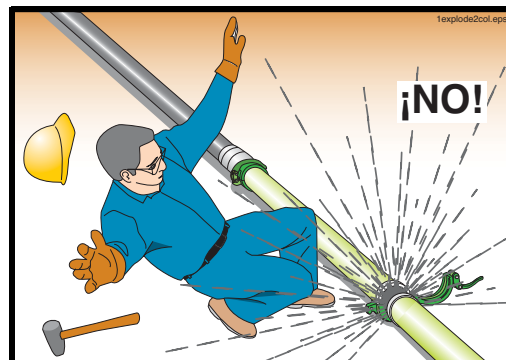

Figura 42
14.14 **⚠️ ADVERTENCIA** ¡Peligro de expulsión! **Nunca abra una tubería que está bajo presión** (Figura 42). Se deberá hacer funcionar la bomba hacia atrás durante por lo menos dos carreras y, a continuación, se la deberá detener antes de abrir una tubería. Si la tubería está presurizada con aire, no la abra. El operario es responsable de saber cómo purgar en forma segura la presión del aire.